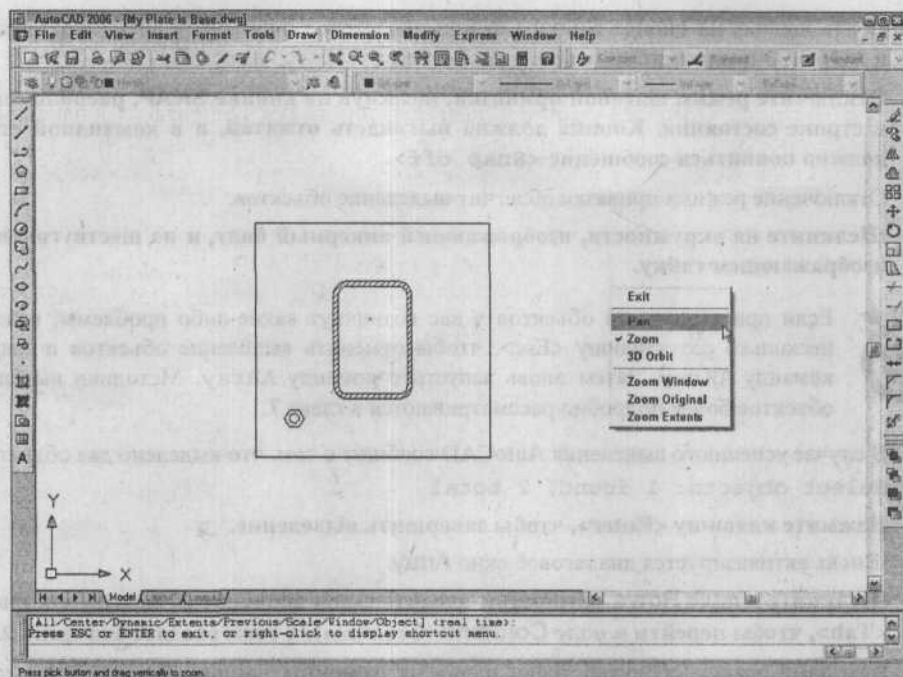

Рис. 3.7. Контекстное меню зумирования и панорамирования
3. Щелкните правой кнопкой мыши в графической зоне, чтобы вывести контекстное меню зумирования и панорамирования (рис. 3.7). Выберите команду **Pan** (Панорамирование).